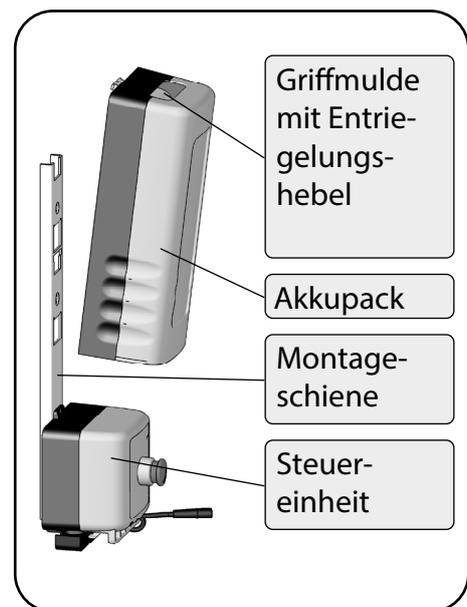

Abbildung 50
1. Greifen Sie von oben in die Griffmulde am Akkupack und ziehen Sie mit den Fingern den Entriegelungshebel nach oben (Abbildung 50).
2. Ziehen Sie gleichzeitig den Akkupack ein Stück von der Montageschiene weg und dann nach oben aus der Halterung heraus (Abbildung 50).